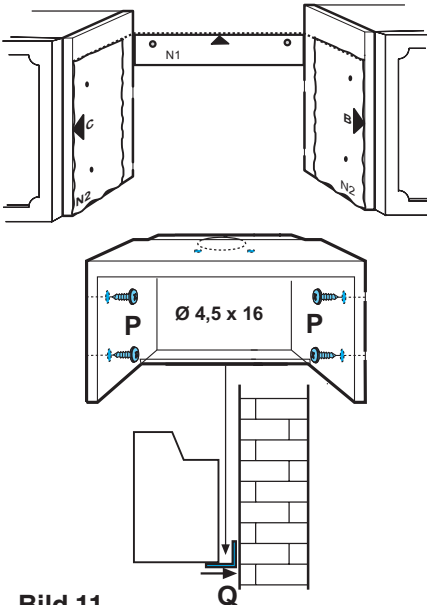

Bild 11
- Verwenden Sie die Bohrschablone **N2**, setzen Sie die Schablone auf die vorderen Ränder des Dunstabzughaubenschrank (rechter Schrank, Seite B) – (linker Schrank, Seite C) ohne die Dicke der Klappe zu berücksichtigen, bohren Sie wie angegeben. **Bild 11**
- Befestigen Sie die Dunstabzugshaube an den seitlichen Schrankwänden mit 4 Schrauben **P**. **Bild 11**